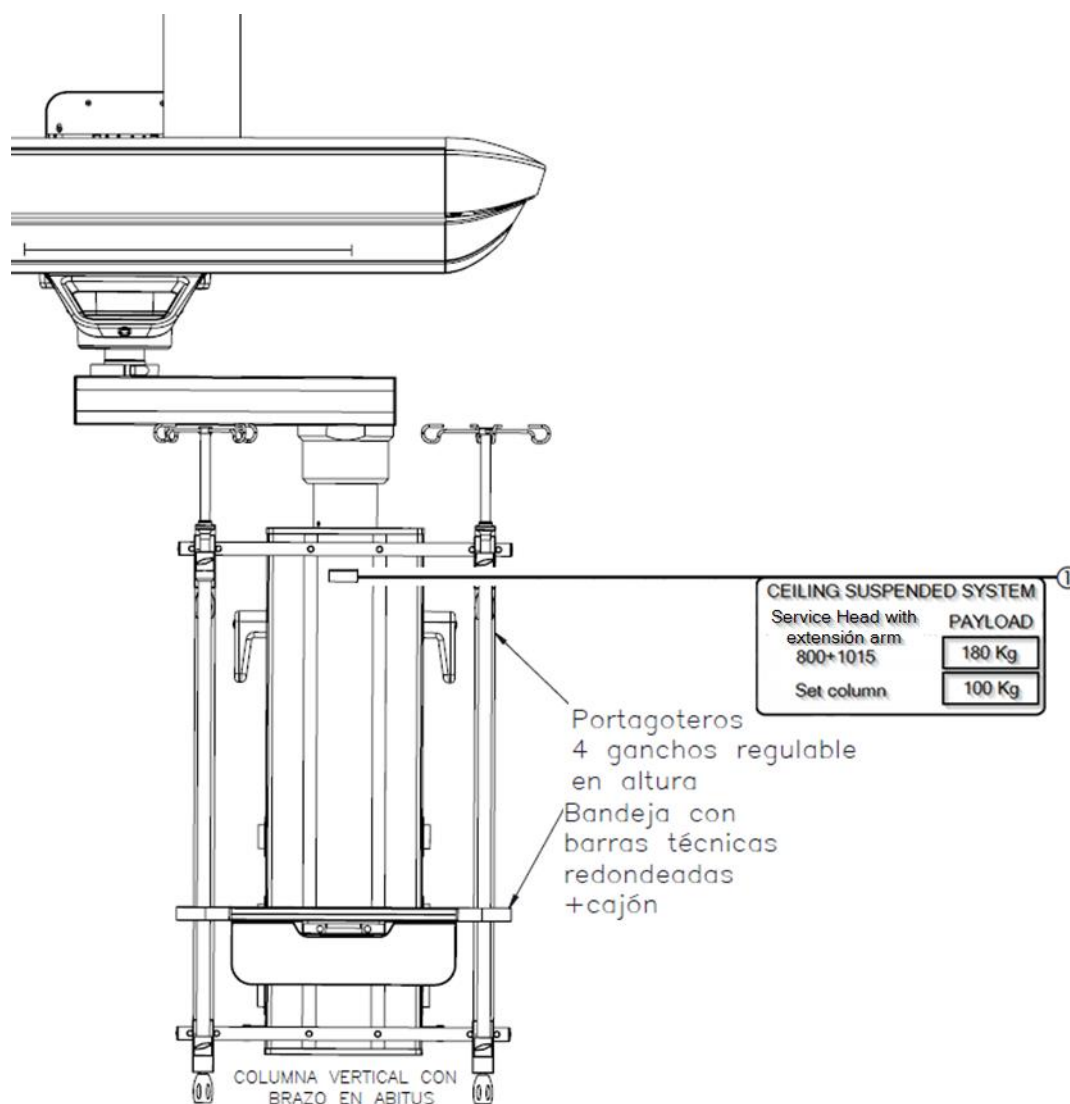

Abb. 18 Position des Nutzlastetiketts an einem Servicekopf
In dem in Abbildung 18 dargestellten Beispiel handelt es sich um eine ABITUS-Anlage mit Säule und Auslegerarm. Die maximale Nutzlast beträgt 100 kg nach Abzug des Eigengewichts des Auslegerarms und des Servicekopfes und ist auf dem Aufkleber (1) am Servicekopf angegeben. Bei den Elementetragwagen befindet sich das Etikett gut sichtbar auf dem entsprechenden Trapez.